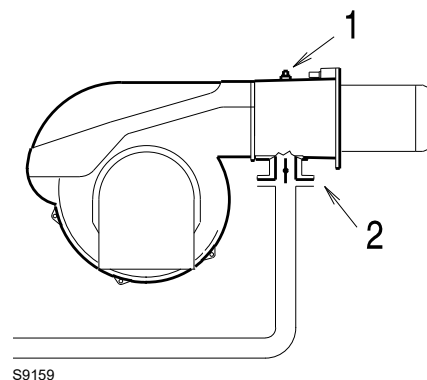

Fig. 33
Presión de gas en la toma 1)(Fig. 33), con:
- válvula de mariposa del gas a la máxima apertura (90°) como se indica en la Fig. 33;
Pérdida de carga válvula de mariposa del gas 2)(Fig. 33) con abertura máxima: 90°.
- restar a la presión gas en la toma 1)(Fig. 33) la presión de la cámara de combustión.
Presión gas en la toma 1)(Fig. 33)=13,4 mbar
Para conocer la presión gas necesaria en la toma 1)(Fig. 33), fijada la potencia máxima de modulación a la cual se desea que funcione el quemador:
- Leer a la derecha, columna 1, la presión en la toma 1)(Fig. 33).
presión necesaria para la toma 1)(Fig. 33).